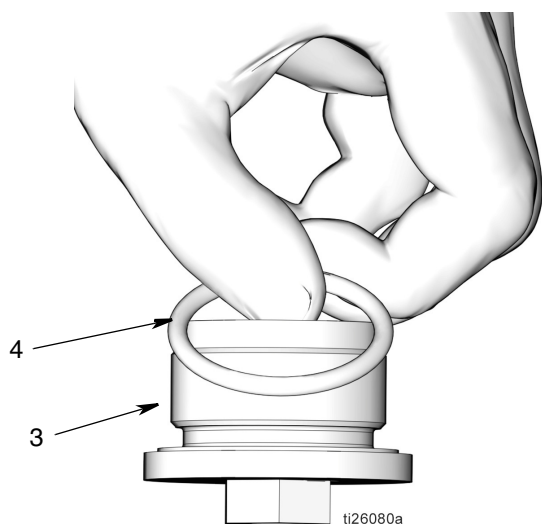

FIG. 56
- d. Appliquer une mince couche de graisse sur le joint torique (4). Monter le joint torique sur le contre-écrou du piston (3) (FIG. 56).